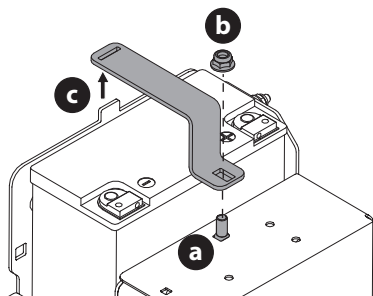

Figure 37
- Localisez et maintenez le boulon de carrosserie (a) à l'avant du support de batterie (c) pour éviter qu'il ne tombe (Figure 37).
- Retirez le contre-écrou hexagonal (b) qui maintient le support de batterie (c) en place. Conservez le boulon de carrosserie et le contre-écrou hexagonal pour une réinstallation ultérieure (Figure 37).
- Soulevez le support de la batterie (c) de la languette située sur le côté gauche du compartiment de la batterie et gardez-le pour une réinstallation ultérieure (Figure 37).